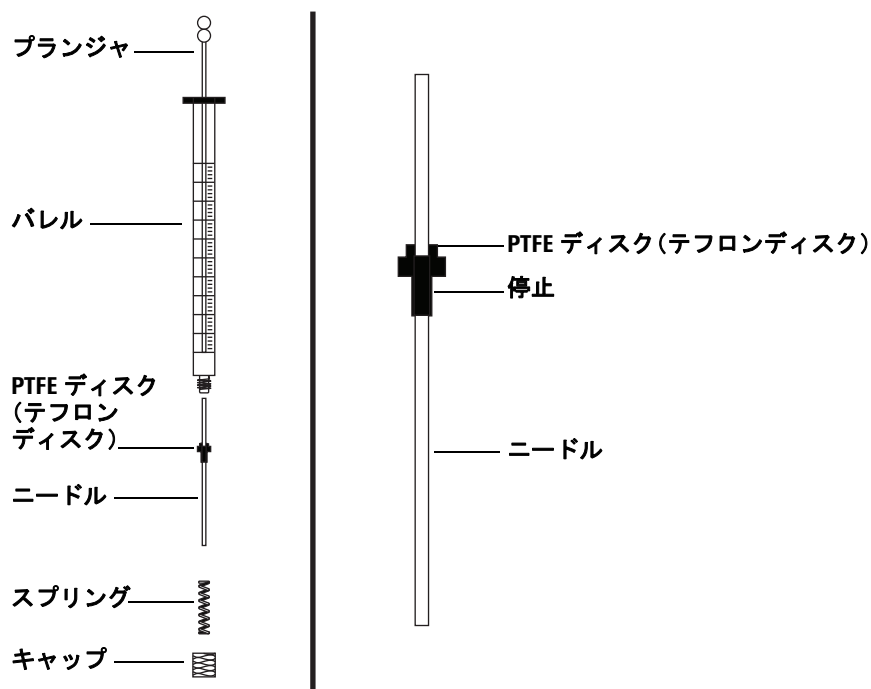

図 76 シリンジの部品
ニードルをシリンジバレルに挿入するには（図 76）：
- 2 ニードルにテフロンディスク（図 76）があることを確認します。シリンジバレルにテフロンディスクがない場合は、シリンジボックス内の説明書に従って、ニードルを自分でラップします。